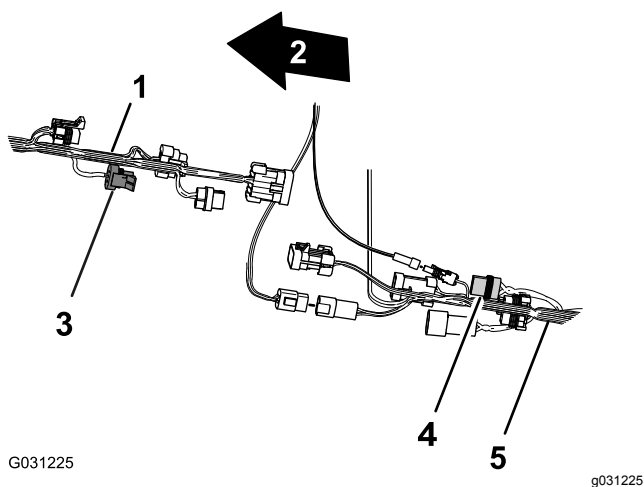

**Figura 86**
1. Debaixo da máquina, ao lado do tubo da estrutura do lado direito, localize os conectores elétricos para a cablagem dianteira e traseira da máquina (Figura 86).